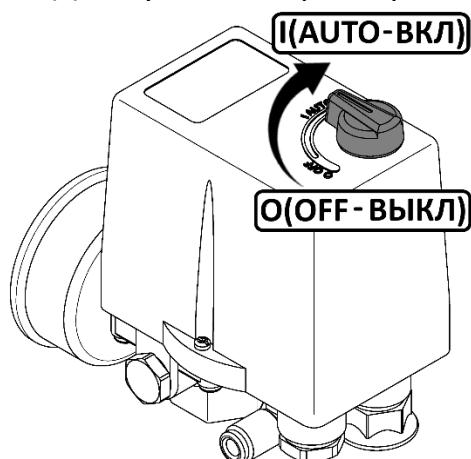

Рисунок 4
- Проверьте, чтобы выключатель на реле давления находился в выключенном положении "О" (рисунок 4).
- Выключить компрессор выключателем **3** на реле давления (рисунки 5-6). Для этого необходимо переключить выключатель в положение "**0**" (рисунок 4). После этого остановится двигатель и произойдет сброс давления из нагнетательного воздухопровода и поршневого блока.
- Переключите выключатель **3** на реле давления в положение "**0**" (рисунок 4).